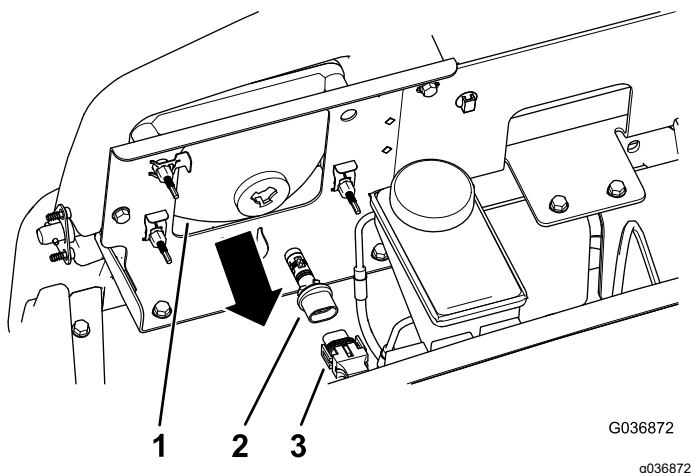

Figura 42
3. Desconecte el conector eléctrico del arnés de cables del conector de la lámpara, en la parte trasera de la carcasa del faro (Figura 42).
4. Retire el conjunto de la lámpara girándola $\frac{1}{4}$ de vuelta en sentido antihorario y desplazándola hacia atrás (Figura 42).
5. Instale el conjunto de lámpara nueva y la carcasa del faro y alinee las pestañas del conjunto de la lámpara con las ranuras de la carcasa del faro (Figura 42).
6. Sujete el conjunto de la lámpara girándola $\frac{1}{4}$ de vuelta en sentido antihorario (Figura 42).
7. Conecte el conector eléctrico del arnés de cables al conector del conjunto de la lámpara nueva (Figura 42).